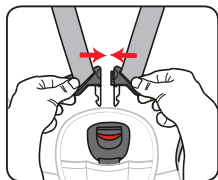
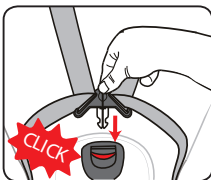
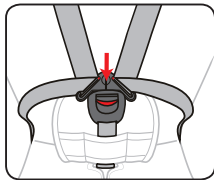

Fig. 1
Fig. 2
Fig. 3
Sganciare le cinghie dell'imbracatura sul retro schienale, sfilando le cinghie delle protezioni pettorali dal gancio (A) e sfilando le due bretelle dalla staffa tendi-cintura fig. 1, fig.2, fig.3.
Step 1. Sganciare la fibbia (fig. 1) e allentare il più possibile le bretelle.
Step 2. Regolare il seggiolino alla massima inclinazione, sino a vedere l'anello di bloccaggio cinghia posto sotto al sedile del seggiolino auto. A questo punto, è possibile estrarre la cinghia inguinale, ruotando l'anello e rimuovendo la cinghia inguinale con anello attraverso l'asola. (fig. 2).
Step 3. Estrarre la fibbia dall'imbottitura (fig. 3).